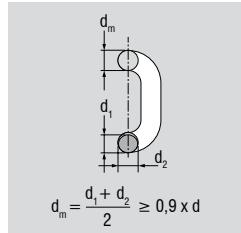

Fig. 11 : réduction de l'épaisseur d'un maillon
- Réduction de l'épaisseur d'un maillon en un point quelconque >10 % (fig. 11)